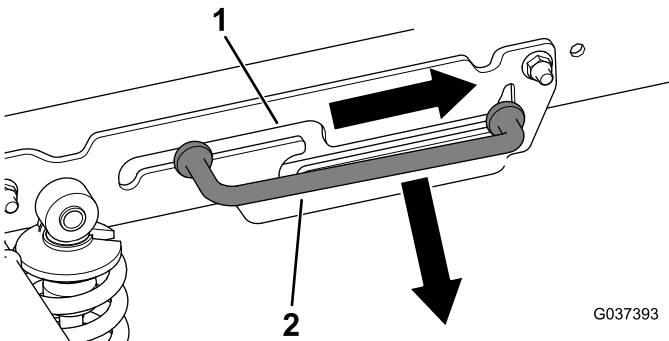

Bild 3
3. Schieben Sie die Stützstange nach vorne aus der Auskerbung und entfernen Sie diese (Bild 3).